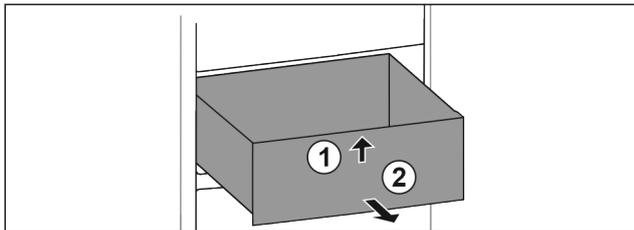

Fig. 33
- ▶ Soulever la partie avant du tiroir. Fig. 33 (1).
- ▶ Retirer le tiroir par l'avant. Fig. 33 (2)